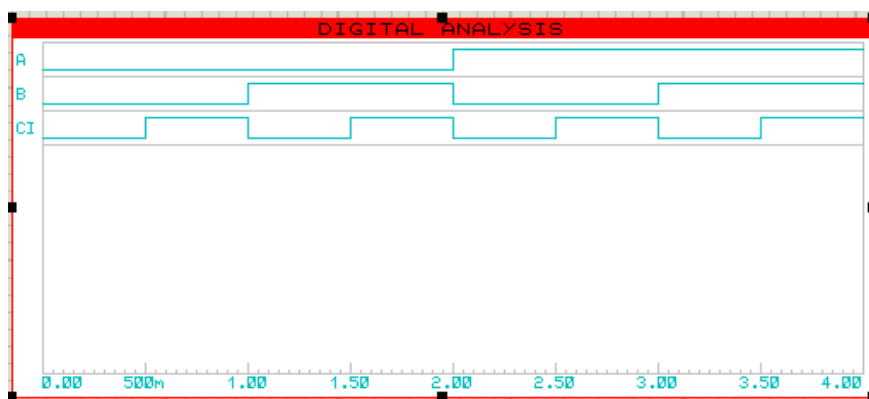

图 3 数字分析图表
(8) 放置探针。由于需要分析 S 和 CO 输出信号的情况，所以需放置两个探针在输出端。单击工具栏中的探针按钮 ，在输出端放置电压探针 VOLTAGE。激励源发生器自带一个探针，所以输入端不需要额外添加探针。为了分析方便起见，右击探针打开编辑对话框，可在编辑框中对探针名称进行修改编辑。
(9) 单击工具箱中的图表仿真按钮  进入图表模式，在对象选择器出现的图表列表中选择数字分析图表 DIGITAL，鼠标指向编辑窗口，按下左键拖出一个方框，松开左键确定方框大小，将数字分析图表加载在原理编辑图中。
(10) 添加探针到图表。选中图标，单击右键，选择“Add Traces...”，在“Probe P1”的下拉菜单中选择 A，点击 OK。然后重复上述步骤分别添加 B、CI、S 和 CO。如图 3 所示为添加完 A、B、CI 的结果示意。